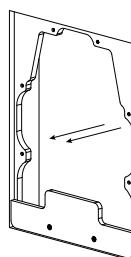

Fig. 12d
- En utilisant la butée comme guide, tirez le cadre vers vous pour qu'il s'aligne sur tous les côtés avec les rebords intérieurs du trou. La butée sortira du trou dans la partie inférieure (Fig. 12d).